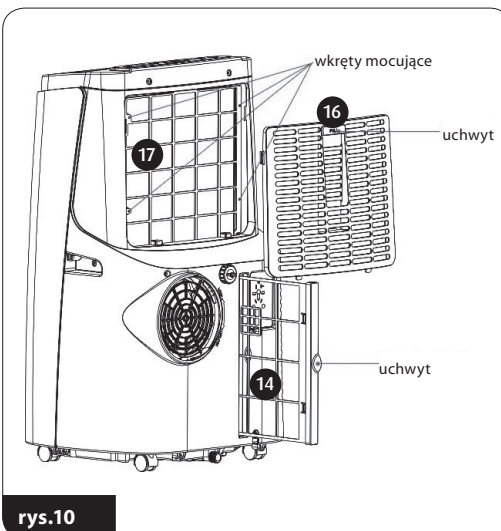

rys.9
- odkręć nakrętkę i zdejmij korek (8)
- drugi koniec drenu odpływowego podłącz do instalacji odpływowej lub naczynia (rys.9)